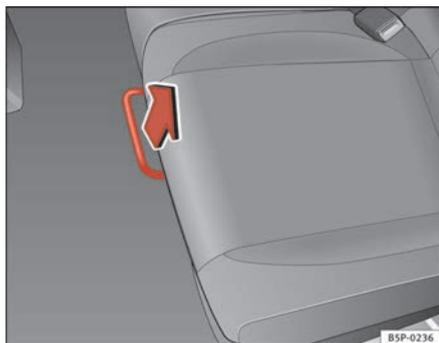

Fig. 96 Barra de destrançamento do banco traseiro
- Na posição de sentado, destranque a alavanca no sentido da seta ⇒ fig. 96.